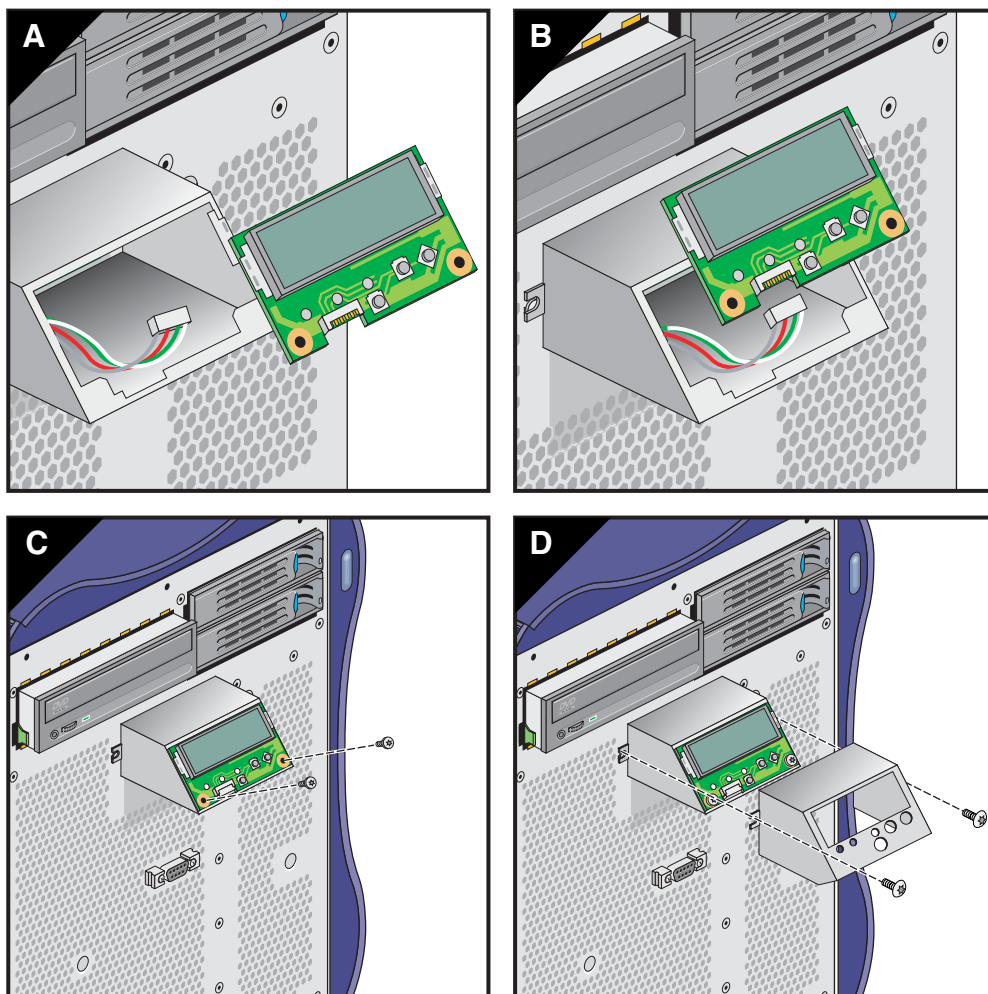

図 3-43 L1 画面ボードの取付け
5. L1 画面ケーブルを新しい L1 画面ボードに接続します (図 3-43 を参照)。
6. 2本のねじを取付けて、L1 画面ブラケットに L1 画面ボードを固定します (図 3-43 を参照)。
7. ブラケットのフックを筐体の穴に合わせます。フックを穴に挿入して押下げ、筐体正面にブラケットを装着します (図 3-43 を参照)。
8. L1 画面の上に外カバーをスライドさせてかぶせます。2本のねじを取付けて、筐体正面に L1 画面を固定します (図 3-43 を参照)。